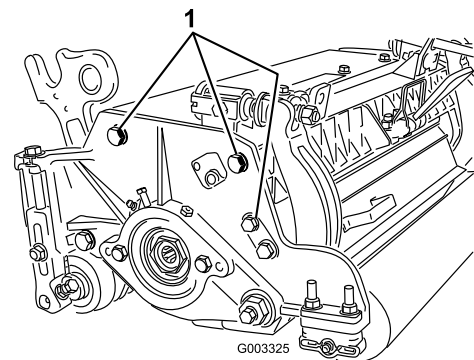

図 14
**注** リールと後ローラとの平行関係は、カッティングユニット全体の組み立て精度により保証されていますから、調整は不要です。極わずかの狂いの調整は以下の方法により可能です：カッティングユニットを定盤の上に載せ、サイドプレート固定キャップスクリュをゆるめる（図 14）。きちんと調整してキャップスクリュを締め付ける。キャップスクリュを 27-33 ft-lb (37-45 Nm=3.7-4.6 kg.m) にトルク締めする。